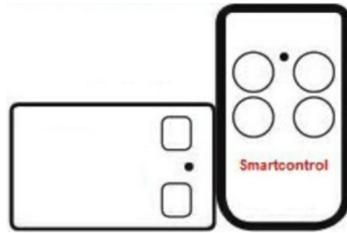

Figura 2
2. Posizionare il radiocomando originale da duplicare come mostrato in figura 2. Premere il tasto del radiocomando originale da duplicare finché il LED di RA607 non incomincia a lampeggiare velocemente. Rilasciare il pulsane.